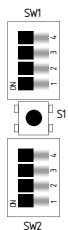

図3
遅延時間調整 (図3, 4参照)
- ・DIPスイッチは、本製品の前面カバーを取り外すとあります。(図3、4)